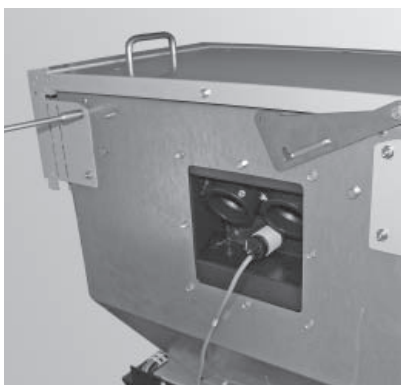

Fig. 52 Fissare dietro con 4 dadi il rivestimento della stiva
- Con 4 dadi fissare sul retro il rivestimento stiva (pezzo n°12) alla stiva pellets – Fig. 52.